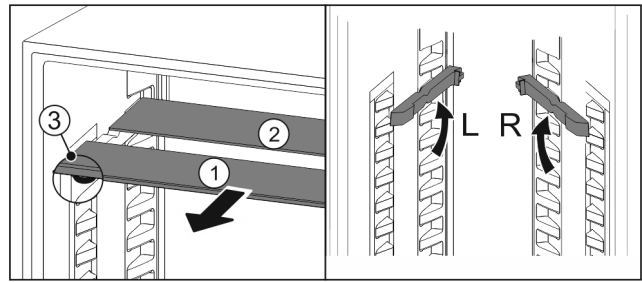

Fig. 127
- ▶ Glasplaten afzonderlijk vanaf de voorkant eruit trekken Fig. 127 (1).
- ▷ Glasplaat Fig. 127 (1) met sierlijst ligt voor.
- ▷ Stops Fig. 127 (3) zijn naar onder gericht.